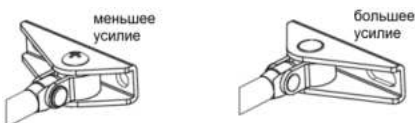

Рисунок 5 – Регулирование усилия закрытия путём ориентации башмака
- Изменение классов по силе закрывания (EN4-EN5) реализуется ориентацией несимметричного башмака согласно выбранного усилия (см. рисунок 5).